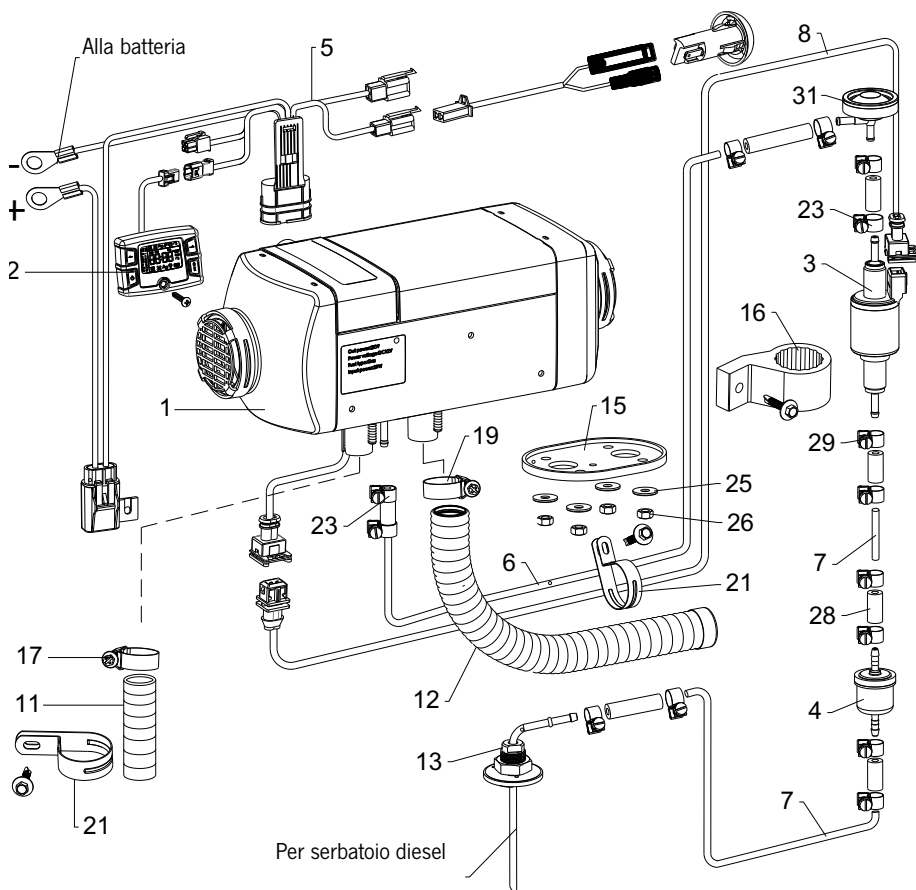

Fig. 11
26. VanHeat 2.0-DH | Informazioni sul prodotto | Elenco dei ricambi (vedi fig. 11)